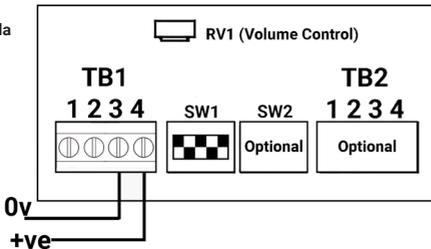

Figura 3:
- La Figura 1 (CC) y la Figura 3 (CA) muestran el cableado para activar las etapas de alarma 1 y 2.
- Se puede activar un tono de alarma de segunda etapa aplicando una conexión "L" adicional al terminal TB3 en la placa del circuito impreso PCB, como se muestra en la Figura 3.